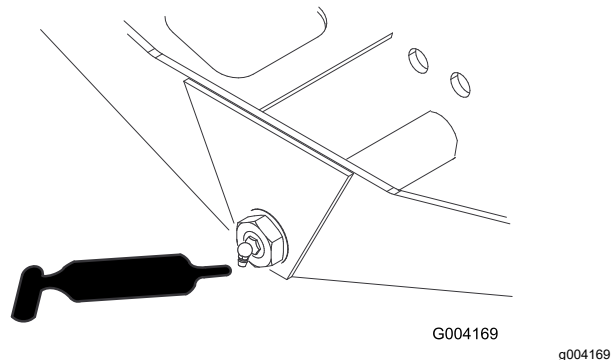

Figura 46
- Articulação do direção do eixo (1 cada) (Figura 46)